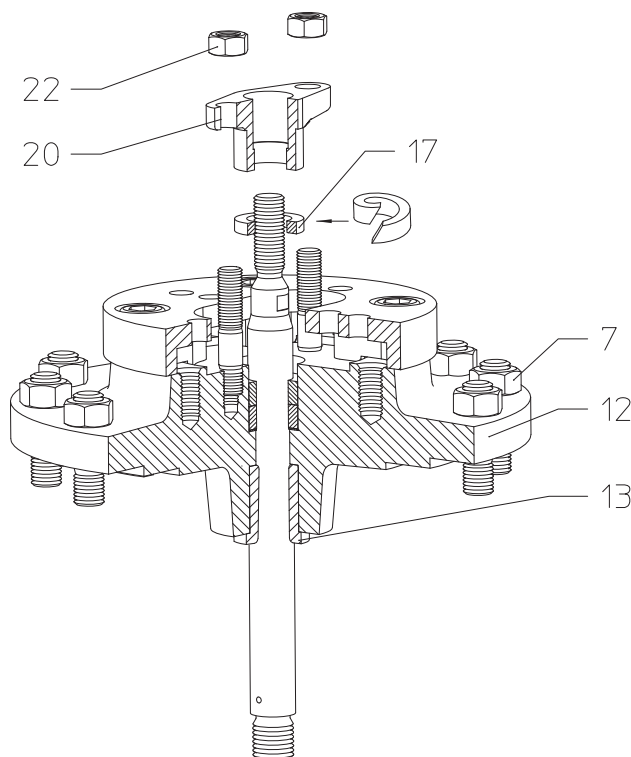

Fig. 8: Guarnizione a premistoppa
- Inserire un nuovo anello di guarnizione (pos. 17), montaggio in conformità con la Fig. 8.